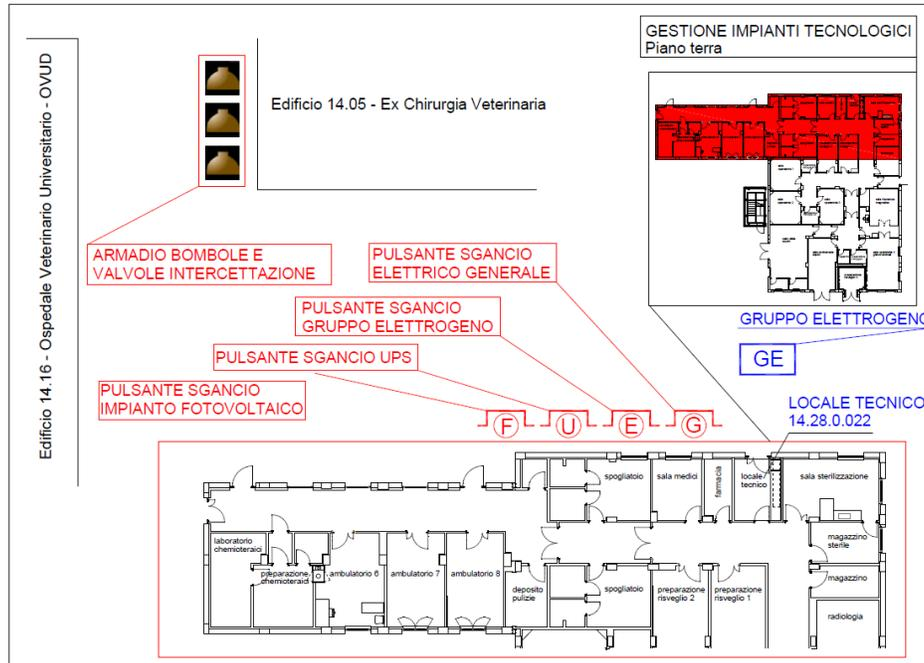

Figura 3.1 Ubicazione impianti tecnologici – piano terra.
La cabina elettrica del plesso si trova in un fabbricato esterno posizionato nel campus di Veterinaria. All'interno dell'edificio il quadro elettrico generale è presente nel vano tecnico al piano primo; lungo i corridoi al piano terra sono presenti i vari quadri elettrici di zona. In caso di emergenza e necessità occorre agire sul pulsante di **sgancio generale della corrente elettrica** posizionato all'esterno dell'edificio in prossimità del locale tecnico 1428.0.022 (vedi p.to 3.4 – Figura 3.1).
Il gruppo di continuità (UPS) è posizionato all'interno del locale tecnico 1428.0.034. In caso di emergenza e necessità occorre agire sul pulsante di sgancio posizionato all'esterno del locale (vedi p.to 3.4 – Figura 3.1).
Le UTA dell'edificio sono posizionate all'interno del vano tecnico al piano primo. Non è stato previsto un pulsante di sgancio generale da utilizzare in caso di emergenza; ogni UTA ha il proprio pulsante di sgancio in prossimità della macchina stessa. In caso di emergenza e necessità occorre agire sul pulsante di **sgancio generale della corrente elettrica** posizionato all'esterno dell'edificio in prossimità del locale tecnico 1428.0.022 (vedi p.to 3.4 – Figura 3.1 e 3.2).
Il gruppo elettrogeno a servizio dell'edificio è posizionato nell'area verde al piano terra tra l'edificio oggetto del presente documento e i locali dell'ex chirurgia veterinaria (cod. SIPE 14.05). In caso di emergenza e necessità occorre agire sul pulsante di **sgancio gruppo elettrogeno** posizionato all'esterno dell'edificio in prossimità del locale tecnico 1428.0.022 (vedi p.to 3.4 – Figura 3.1).
- Effettua la chiamata al **numero unico per le emergenze (112)**; dopo il "pronto" dell'operatore, notifica la situazione d'emergenza indicando nell'ordine:
- se necessario dispone di disattivare gli impianti tecnologici e di servizio mettendo in sicurezza l'edificio (es. togliere corrente, chiudere le valvole dei gas medicali, ecc. – vedi p.to 3.4 – Figura 3.1 e 3.2);